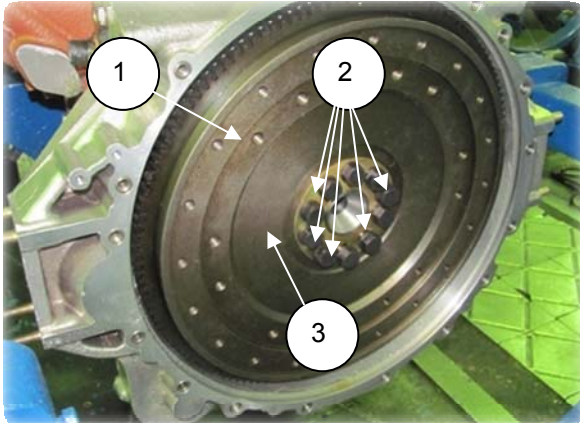

Рис. 2.55
2. Отвернуть 8 болтов (2) крепления маховика и снять пластину (3) (840.1005128) (рис. 2.55);
4. Снять маховик (1) (8502.1005115), при помощи подвески и кран-балки (рис. 2.55);